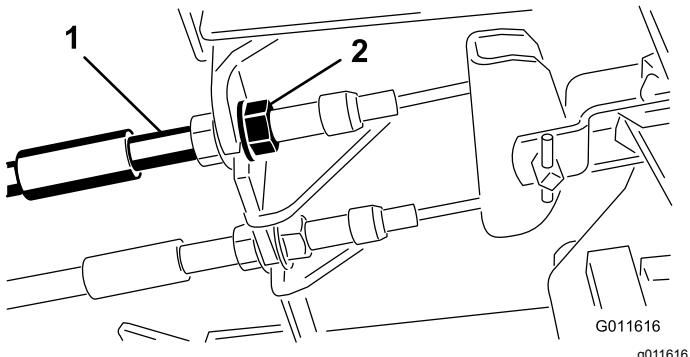

Figura 43
1. Per ridurre il gioco dei pedali del freno, stringete i freni allentando il dado anteriore sull'estremità filettata del cavo del freno (Figura 43).